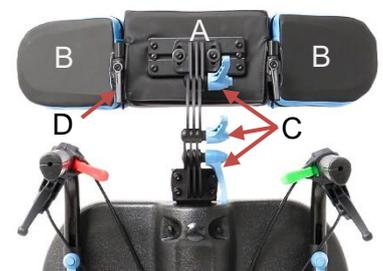

Рис. 12
- Складається з трьох секцій: центральної (рис. 12, A) та двох бічних (рис. 12, B).
- Регулюється за висотою та кутом нахилу (рис. 12, C).
- Бічні крила можна регулювати окремо зліва та справа, щоб надійно зафіксувати голову користувача за потреби (рис. 12, D).